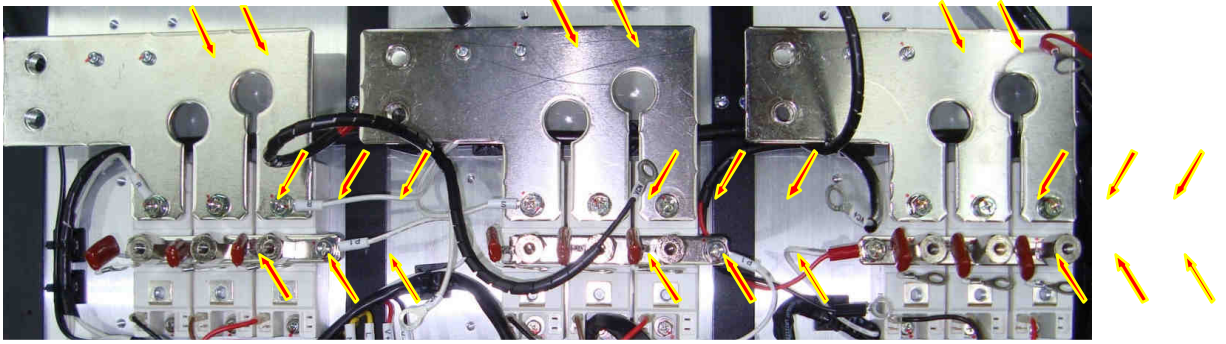

Рис. 6.32.
6.17.2. Выкрутить 9 стоек крепления объединительных шин «+» входных диодно-тиристорных модулей и балластных конденсаторов. Выкрутить 9 винтов М6 крепления входных шин «R», «S», «Т» к диодно-тиристорным модулям и 6 винтов М4 крепления шин к изоляционным стойкам (рис. 6.32). Положить шины, винты и балластные конденсаторы в тару.